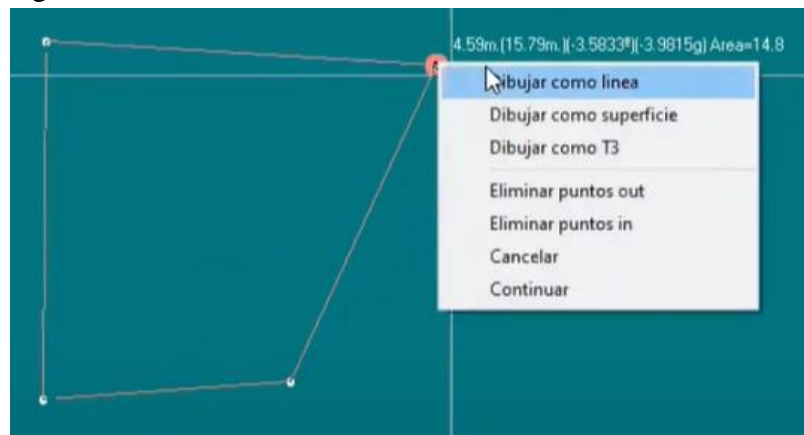

Figura 220. Dibujar línea.
62. Dar clic en orden y en secuencia de las manecillas del reloj sobre todos los vértices importados. Al cerrar la poligonal aparecerá un menú de opciones, seleccionar “Dibujar como línea”. Figura 220.